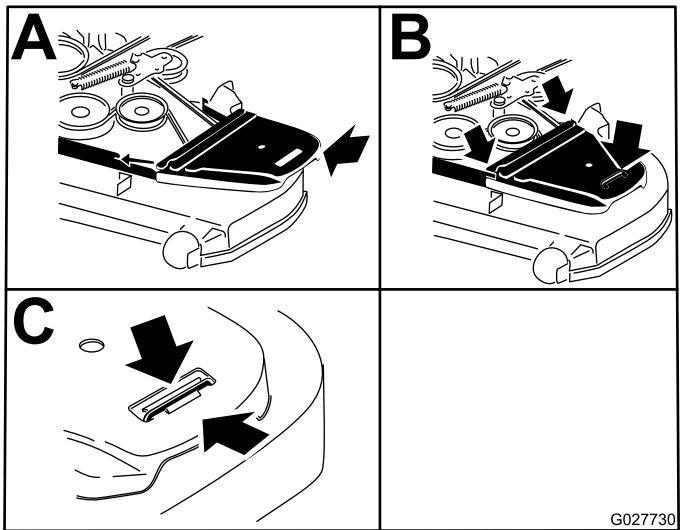

Bild 96
13. Bringen Sie die Riemenabdeckungen wieder an (Bild 96).